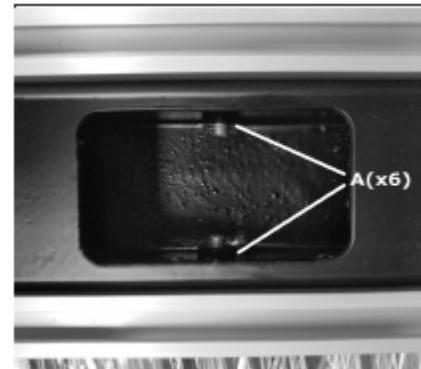

Рис. 32
1. Для регулировки трех ограничителей ослабить рукоятку (рис. 32, В), вытянуть шток (рис. 32, С) и повернуть приспособление для пиления под углом.
4. Поставить в перевернутом положении параллельный упор на стол, ослабить шесть контргаек планки упора (рис. 32, А), сдвинуть планку вниз до соприкосновения с поверхностью стола и затянуть гайки.